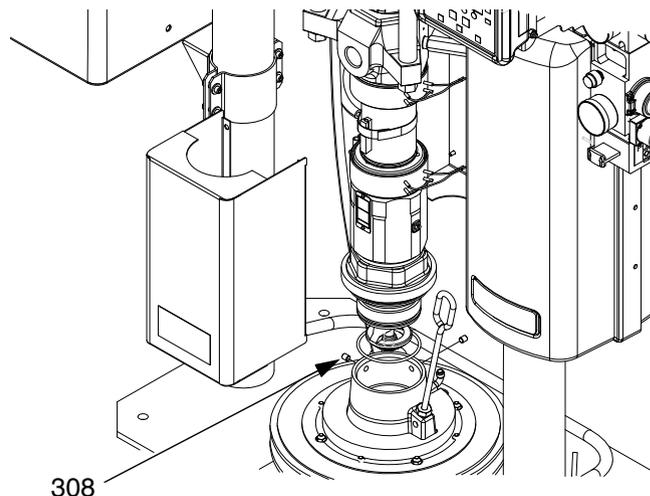

FIG. 42: Supporto da 20, 30, 60 litri
1. Posizionare l'anello di tenuta sull'aspirazione della pompa. Vedere la FIG. 42.
3. Fissare la pompa alla piastra con le viti (308).